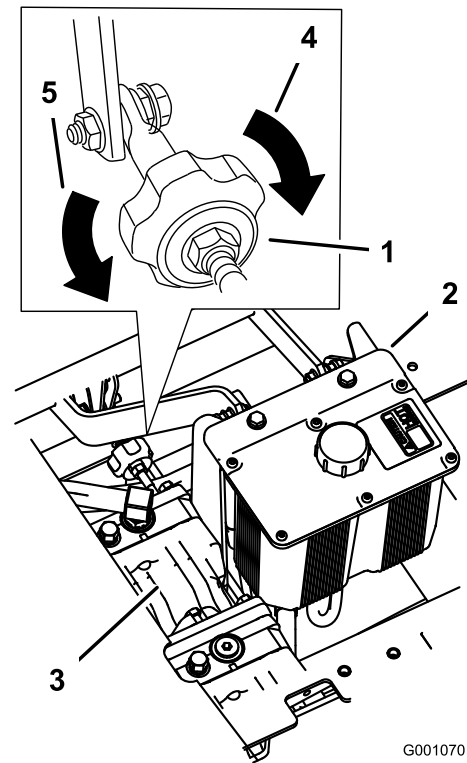

Figura 49
4. Para que la máquina vaya a la derecha, gire el pomo hacia el lado derecho de la máquina. Consulte Figura 49.
5. Para que la máquina vaya a la izquierda, gire el pomo hacia el lado izquierdo de la máquina. Consulte Figura 49.